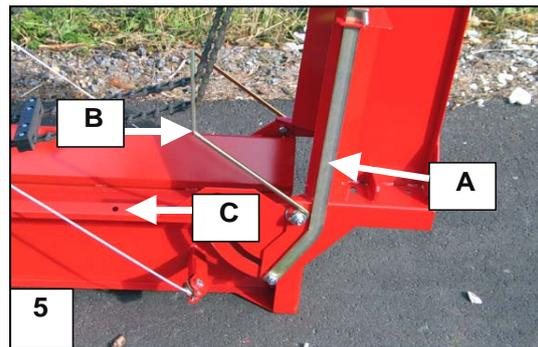

Abb. 5. Aufklappen des Förderers
7. Entfernen Sie die Haltestange B für die Förderkette (Abb. 5) und stecken Sie sie in die Bohrungen C am Rand des Förderers.
2. Senken Sie den Förderer auf den Boden ab und koppeln Sie die Kettenhaltestange B an, Abb.5.